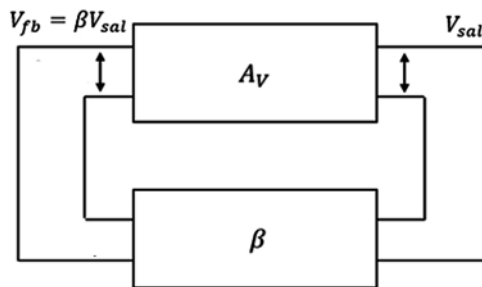

Figura 8.21 Ejercicio de aplicación. Fuente: Elaboración propia
- c) En el diagrama de la figura 8.21, si $\beta = -0,08$, ¿qué valor de A_V se requiere para sostener las oscilaciones?